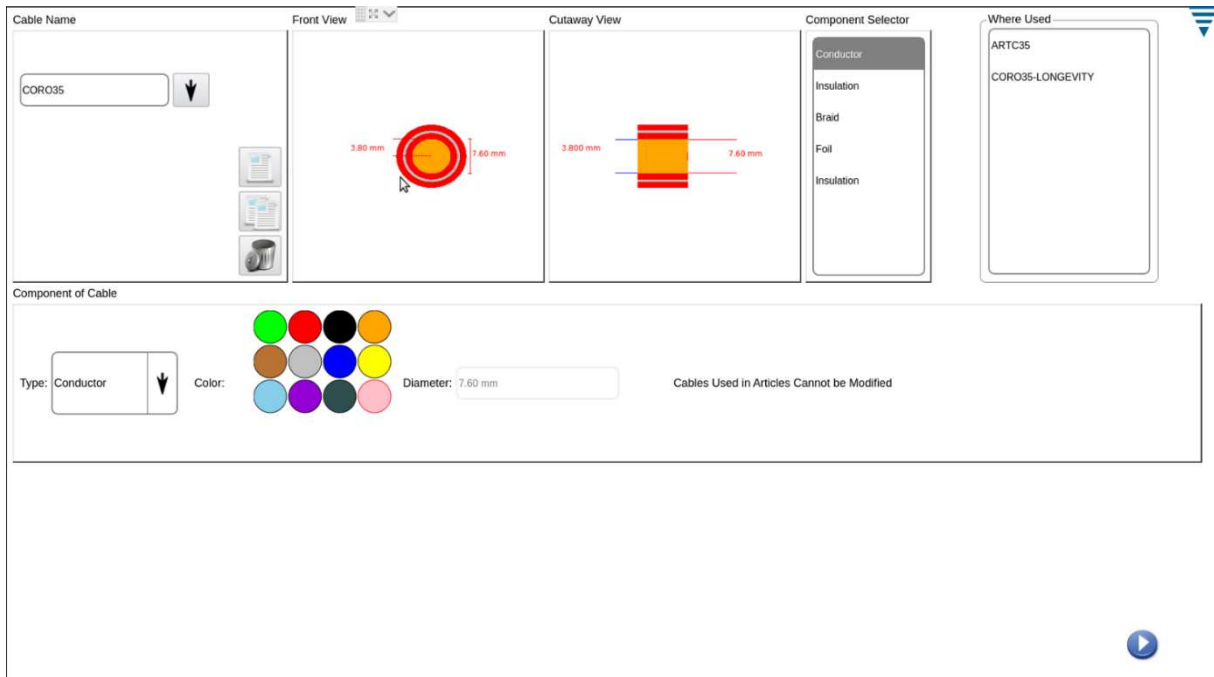

Abbildung 29
1. Rufen Sie den Bildschirm Leitungsaufbau auf (siehe Abbildung 29) und führen Sie die folgenden Schritte aus:
3. Sobald eine Leitung angelegt und in einem Artikel verwendet wurde, kann sie modifiziert werden. Der Bildschirm Leitungsaufbau zeigt dann in einem Bildschirmausschnitt Hinweise auf die Artikel an, in denen sie verwendet wird (siehe Abbildung 29).